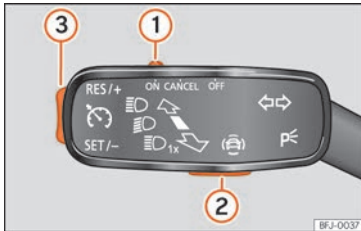
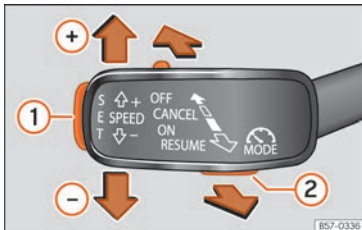

Abb. 154 Am Blinkerhebel: Tasten zur Bedienung des Geschwindigkeitsbegrenzers.
Abb. 155 Links an der Lenksäule: Tasten zur Bedienung des Geschwindigkeitsbegrenzers.
Zum Wechseln zwischen den Fahrerassistenzsystemen die Taste  » » **Abb. 154**  oder die Taste  » » **Abb. 155**  drücken und anschließend mit dem Rädchen rechts am Multifunktionslenkrad im Menü des Kombi-Instruments wählen und durch Drücken des Rädchens bestätigen.
- Schieben Sie den Schalter »» **Abb. 154 ①** auf die Position **ON** und drücken Sie die Taste **②**. Wählen Sie dann mit dem Rädchen rechts
- Drücken Sie während der Fahrt die Taste »» **Abb. 154 ③** im Bereich **SET/-**.
Die Geschwindigkeit kann mit der Taste »» **Abb. 154 ③** eingestellt werden:
- Schieben Sie den Schalter »» **Abb. 154 ①** auf die Position **OFF**.
Wenn Sie den Geschwindigkeitsbegrenzer – beispielsweise zum Überholen – vorübergehend deaktivieren möchten, schieben Sie den Schalter »» **Abb. 154 ①** auf die Position **CANCEL** oder drücken Sie die Taste **②**.
Nach dem Überholmanöver kann der Geschwindigkeitsbegrenzer wieder mit der zuvor gespeicherten Geschwindigkeit aktiviert werden, indem die Taste »» **Abb. 154 ③** im Bereich **RES/+** gedrückt wird.
- Bewegen Sie den Hebel zum Lenkrad auf die Position **ON** und drücken Sie die Taste **»» Abb. 155 ②**.
- Drücken Sie während der Fahrt die Taste **SET** **»» Abb. 155 ①**.
- Drücken Sie die Taste **SET** **»» Abb. 155 ①**, um die Geschwindigkeit in kleinen Schritten von 1 km/h (1 mph) zu reduzieren.
Hebel in Stellung **CANCEL** oder drücken Sie die Taste **»» Abb. 155 ②**.